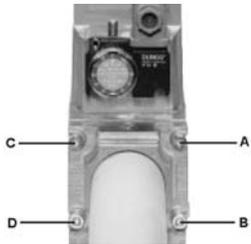

Рис. 8
1. Расслабить винты А и В, но **не снимать** их (Рис. 8 и Рис. 9)
2. Отвинтить винты С и D (Рис. 8 и Рис. 9)